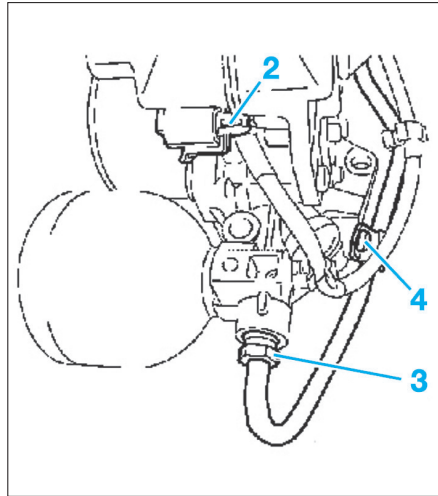

Fig. 34
- Dégrafer le faisceau électrique (2) (Fig.34).